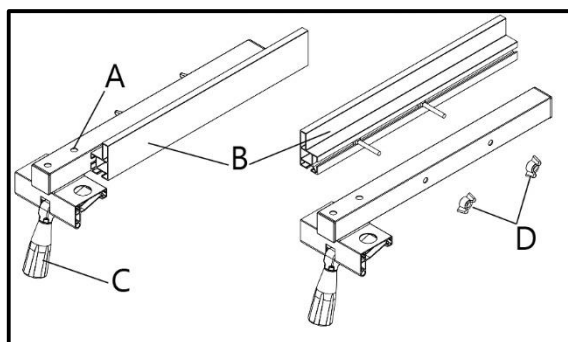

Рисунок 22.
- Ослабьте и снимите две ручки. D (рис. 22)
Параллельность упора и боковой поверхности пыльного полотна можно настроить, регулировочными винтами А (рис. 22).